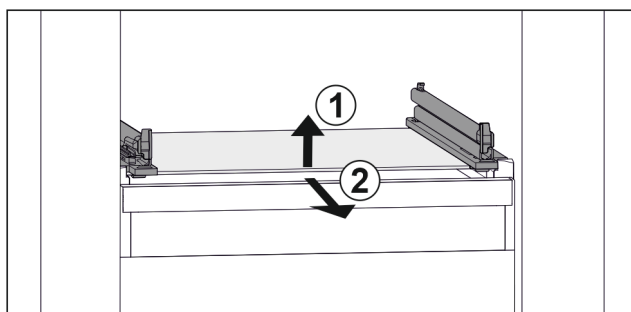

Fig. 44 Przykładowa prezentacja płyty szklanej
- ▶ Unieść płytę szklaną z przodu. Fig. 44 (1)
- ▶ Wyjąć płytę szklaną do przodu. Fig. 44 (2)